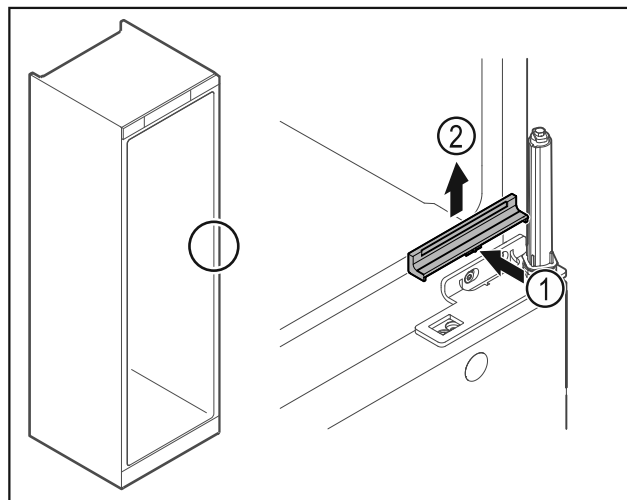

Fig. 32
- ▶ Trykk dekselet Fig. 32 (1) litt inn på midten, og trekk det opp og av Fig. 32 (2).